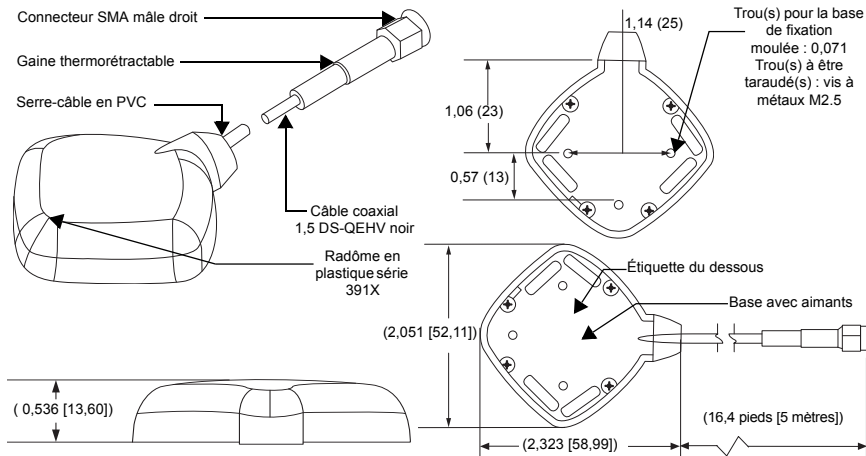

Figure 1
3. Pour fixer l'antenne plus fermement au véhicule, percez des trous selon le schéma illustré à la Figure 1. Afin de garantir l'étanchéité à long terme, il est recommandé d'appliquer des perles d'un scellant à base de silicone autour des trous.
3. 要将天线更牢固地固定在汽车表面，请按图 1 所示模式钻孔。要确保长期的防水密封效果，建议在所有孔的周围涂上硅酮密封胶。